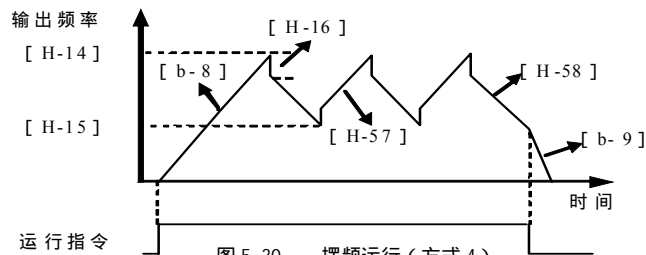

图 5-30 摆频运行（方式 4）
*4：摆频运行。变频器以预先设定的加减速时间使设定频率周期性地变化。此功能尤其适用于纺织业等根据筒管的前后直径不同来让转速变化的系统。摆动运行如图 5-30 所示。